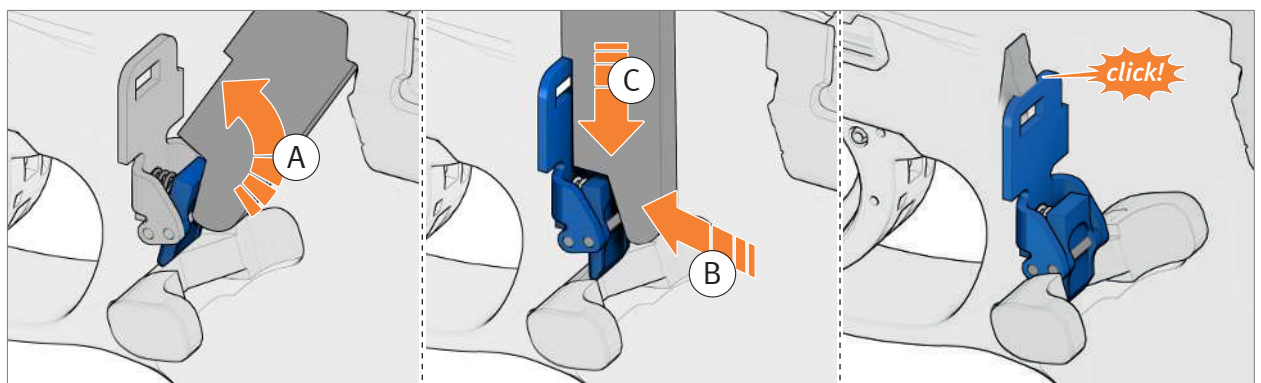

Abb. 35: Magazinhalter einrasten
4. Raststück am Magazinhalter mit dem Werkzeug drücken und halten (Abb. 35).
5. Magazinhalter nach unten schieben bis der Magazinhalter einrastet (Abb. 35).